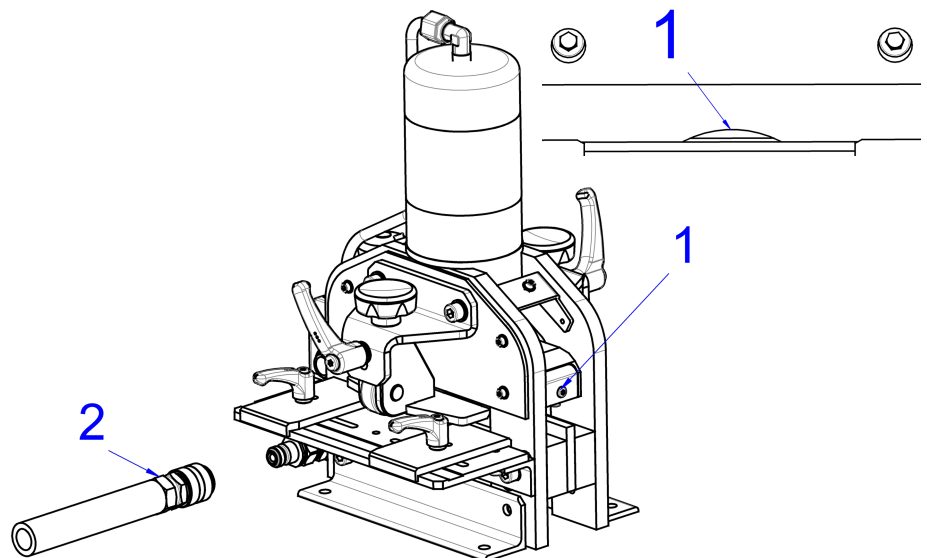

Abb. 10: Messer in unterer Position
- Hydraulikpumpe aktivieren und Messer soweit nach unten fahren lassen, bis nur noch eine kleine Wölbung (Abb. 10, 1) zwischen Messer und Gegen-schneide zu sehen ist.
- Hydraulikpumpe ausschalten und sofort die Hydraulikkupplung (Abb. 10, 2) am Schneidgerät abziehen, sodass der Messerbalken in der unteren Position stehen bleibt.